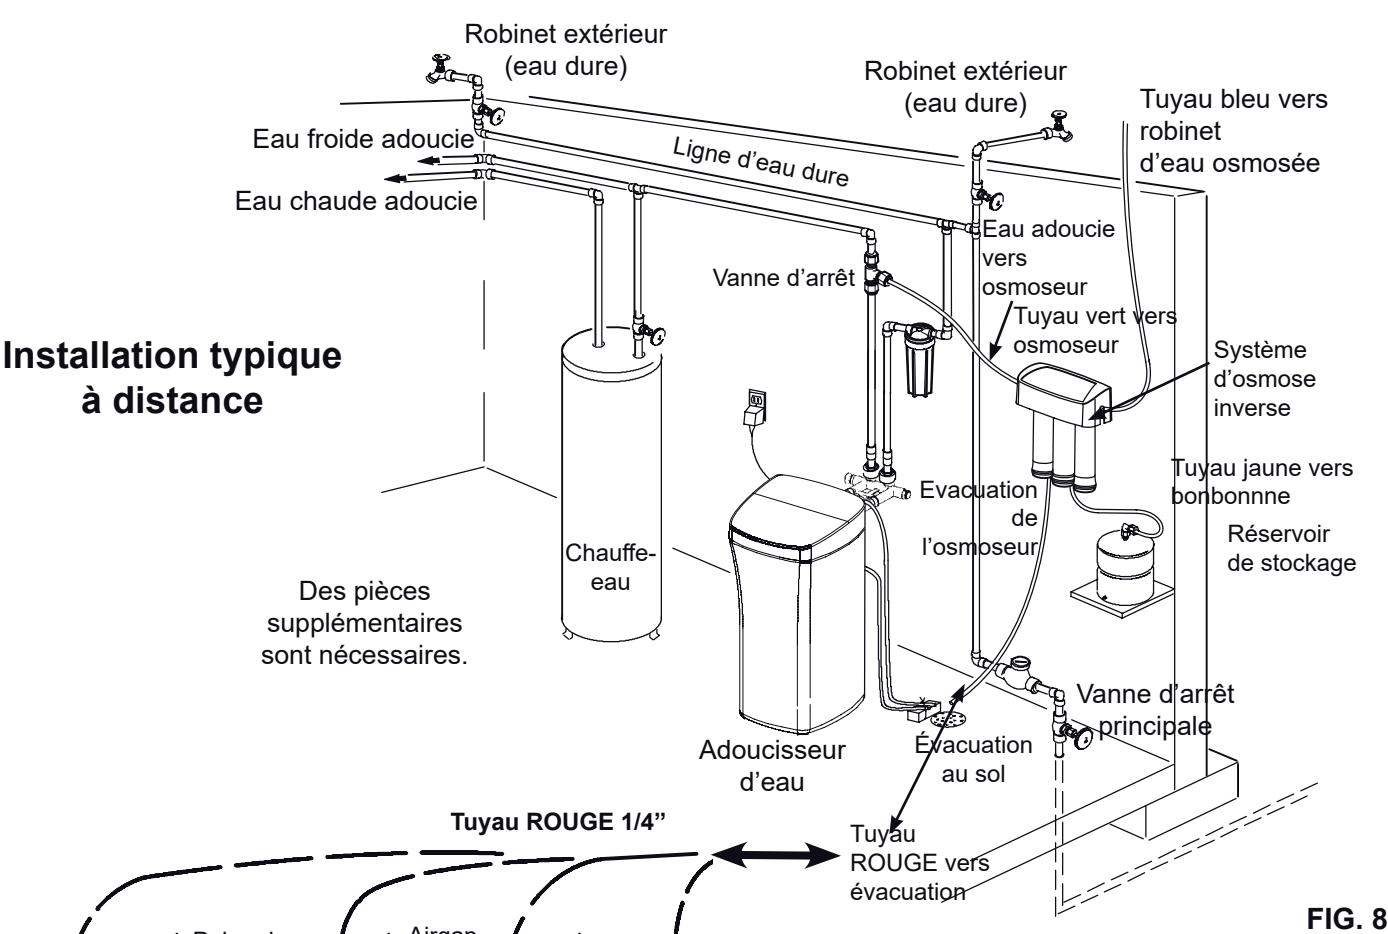

FIG. 8
- Utilisation d'une autre évacuation de votre logement (cf Fig. 8 & 9) Celui-ci est normalement utilisé sur des installations à distance. Le tuyau d'évacuation de l'osmoseur va directement à l'égout. Cf Fig. 8 & 9.
1. Repérez le tuyau rouge de 1/4" (6.35 mm). Cf Fig. 8.